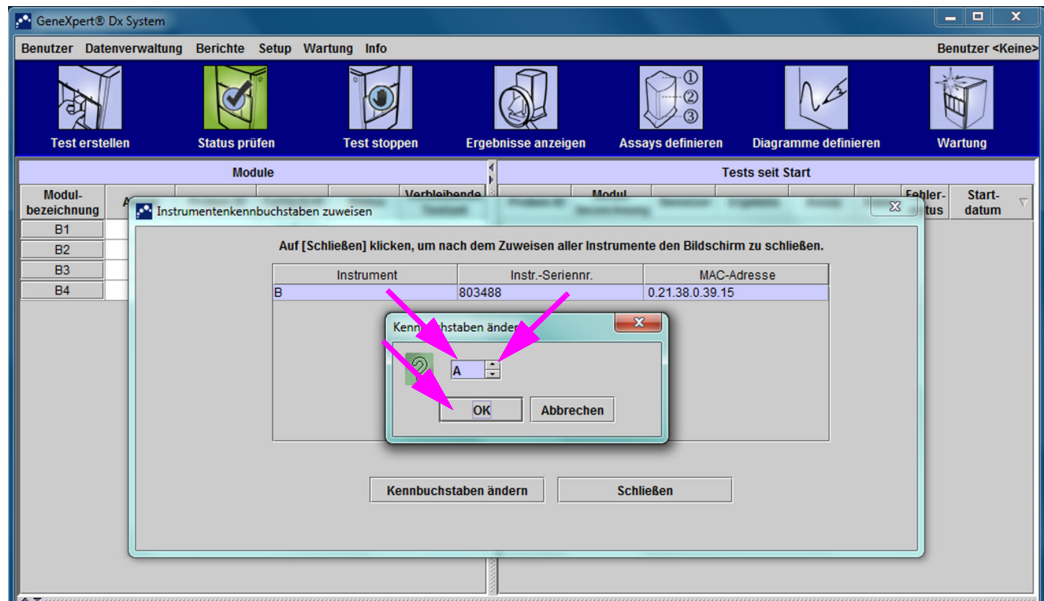

Abbildung 2-58. GeneXpert Dx System-Fenster mit überlagertem Dialogfeld „Kennbuchstaben ändern“
Das Dialogfeld „Kennbuchstaben ändern“ wird angezeigt, das in Abbildung 2-58 dargestellt ist. Ändern Sie den Buchstaben, der dem Modul (bzw. den Modulen) zugewiesen werden soll, mit dem Auf- und Abwärtspeil des Dialogfelds „Kennbuchstaben ändern“.
6. Klicken Sie nach der Änderung des Kennbuchstabens auf **OK**. Siehe Abbildung 2-58.